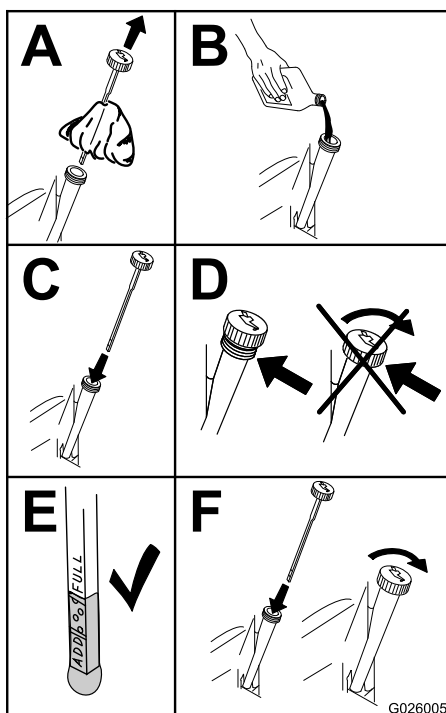

Figure 34
4. Versez lentement environ 80 % de l'huile spécifiée dans le tube de remplissage, puis faites l'appoint lentement pour faire monter le niveau jusqu'au repère maximum (Full) (Figure 34).